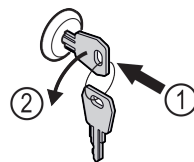

Fig. 167
- ▶ Introducir la llave. Fig. 167 (1)
- ▶ Girar la llave 90° en sentido antihorario. Fig. 167 (2)